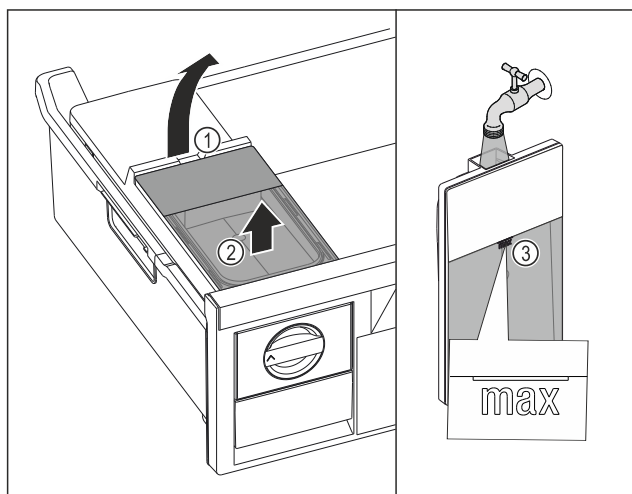

Fig. 180
- ▶ Emelje fel a víztartályt a kivágásnál Fig. 180 (1).
- ▶ Felfelé vegye ki a víztartályt. Fig. 180 (2)
- ▶ Ivóvízzel töltsse fel a jelölésig Fig. 180 (3) a víztartályt.